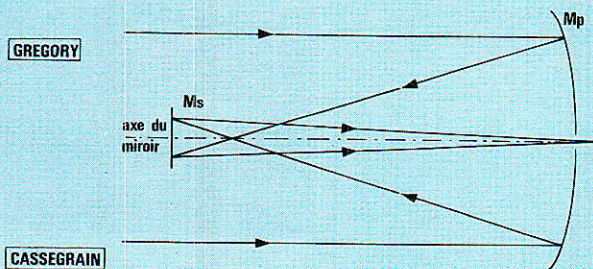

Figure 2 : Système Grégory : le miroir (réflecteur) principal est du type parabolique et le miroir secondaire elliptique.
- Le miroir principal doit être parabolique et le miroir secondaire elliptique pour le système Gregory (figure 2).